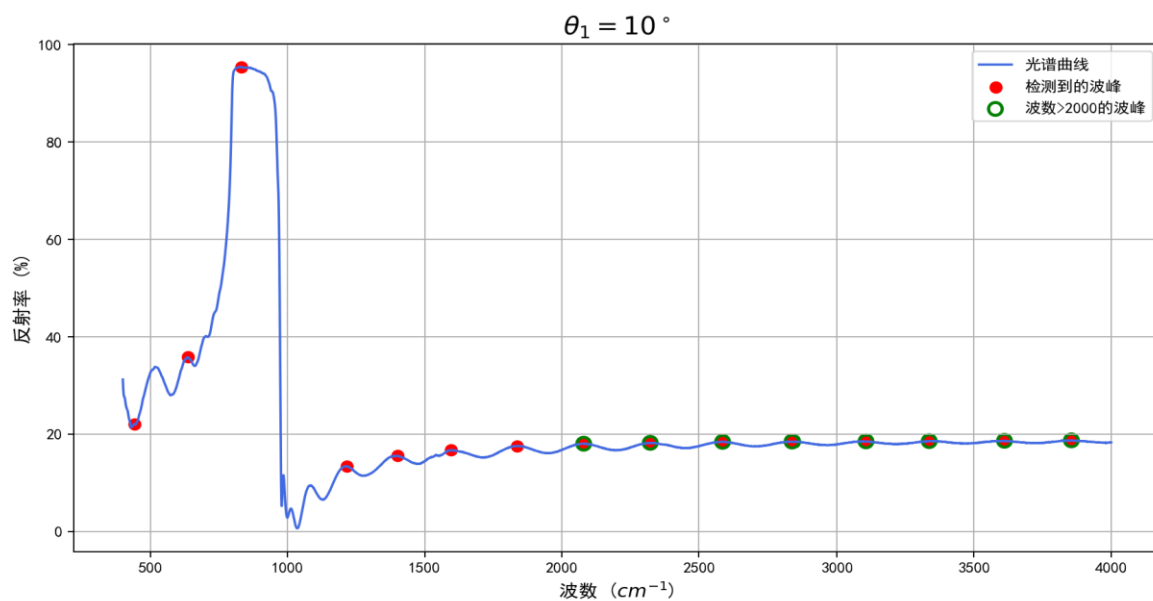

图5 $\theta_1 = 10^\circ$ 时碳化硅外延层反射率曲线及检测波峰
1) $\theta_1 = 10^\circ$, 共检测到 15 个波峰，如图 5 所示。